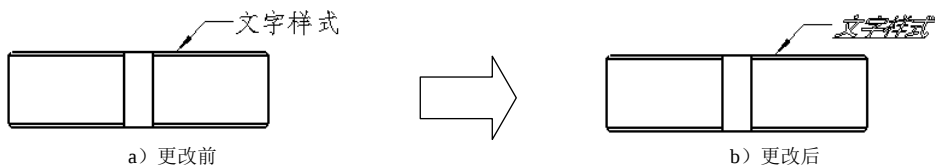
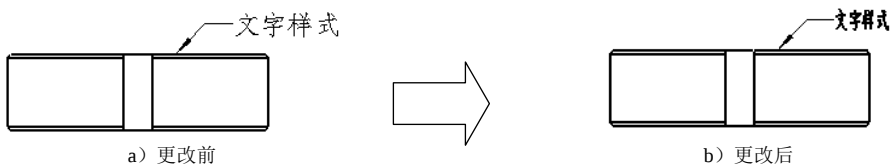

图 9.2.2 更改文本的字体、斜角和下划线
图 9.2.3 更改文本的字高、厚度和宽度因子
- **字符**：此选项组用来设置字体、高度、斜角、粗细、宽度因子与下划线等选项，其中粗细用来设置文字的线宽，部分选项的修改效果如图 9.2.2 和图 9.2.3 所示。